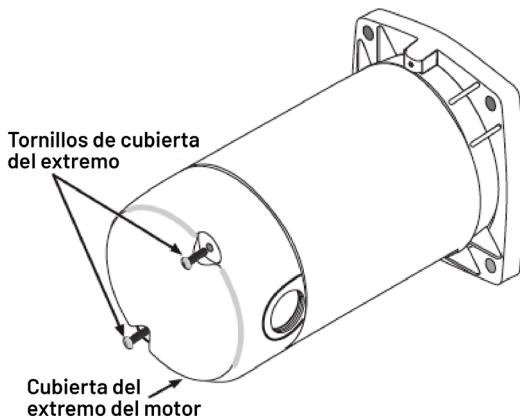

Figura 8: Cómo quitar la cubierta del extremo del motor
- Quite la cubierta del extremo del motor para cambiar la configuración del motor (Figura 8).